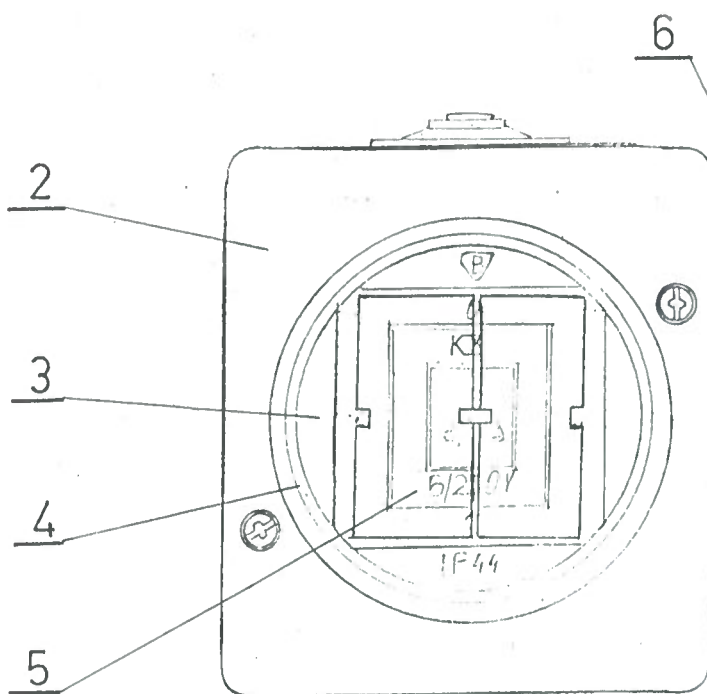
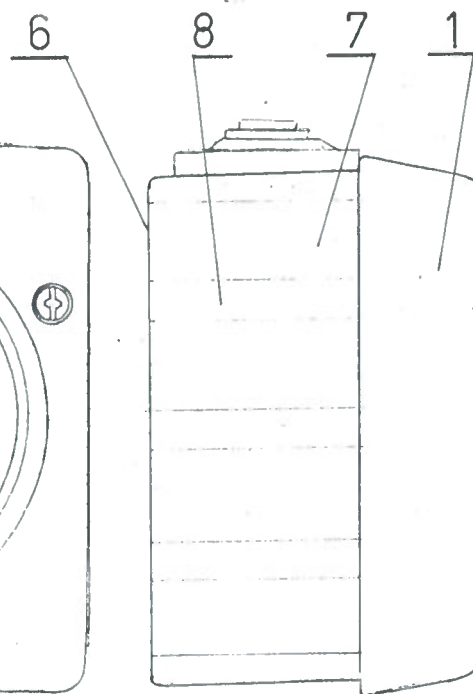
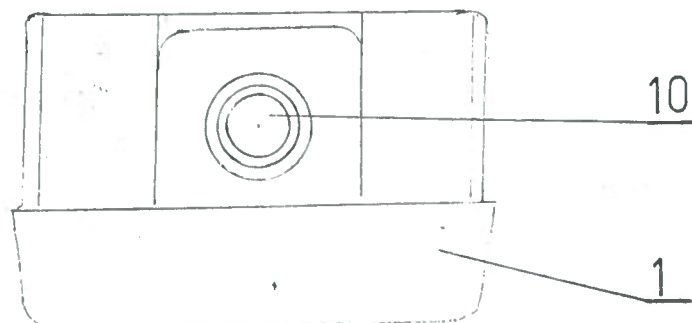

Fig. 4
Fig. 6
Fig. 5
Przedmiot wzoru jest przedstawiony na załączonym rysunku, na którym fig. 1 – w widoku od góry , fig. 3 – w widoku z boku, fig. 4 – dwuklawiszową odmianę wyłącznika w widoku od czoła, fig. 5 – tę odmianę w widoku z góry, fig. 6 – tę odmianę wyłącznika w widoku z boku, fig. 7 – odmianę wyłącznika jednoklawiszowego z okienkiem podświetlającym – w widoku od czoła, fig. 8 – odmianę wyłącznika z fig. 7 w widoku od góry, a fig. 9 – tę odmianę w widoku z boku i fig. 10 – dwuklawiszową odmianę wyłącznika z okienkiem podświetlającym – w widoku od czoła , fig. 11 – odmianę wyłącznika z fig. 10 – w widoku z góry , fig. 12 – odmianę wyłącznika z fig. 10 – w widoku z boku.
2. Hermetyczny wyłącznik według zastrz. 1, znamienny tym, że przezroczystą osłoną 4 czołowej ścianki 2 pokrywy 1 przesłania dwa klawisze 5 posiadające kształt prostokąta, jak pokazano na rysunku, fig. 4, 5 i 6.